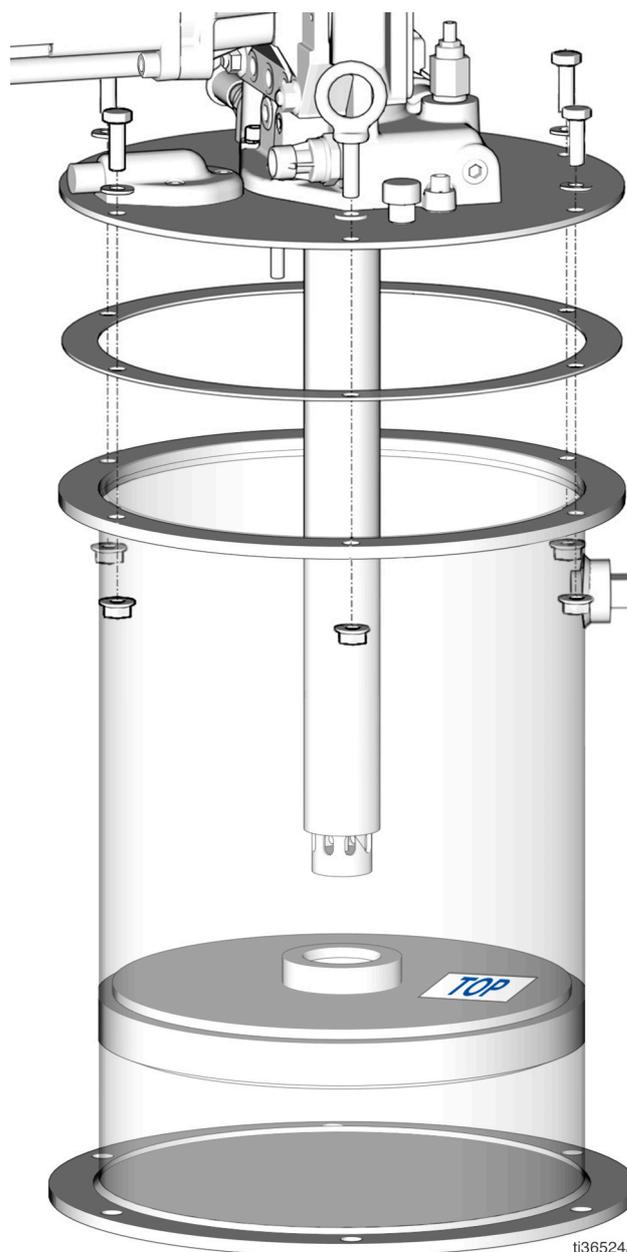

Рис. 13
- Установите обратно на бак крышку, прокладку бака и насос (Рис. 13).